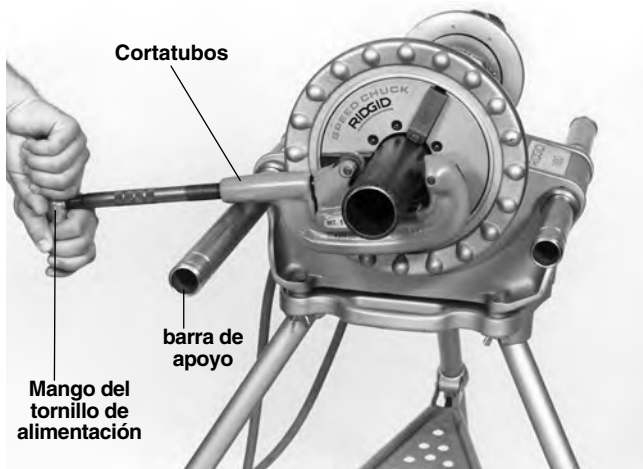

Figura 5 – Corte de un tubo con una cortadora o cortatubos manual
2. Alinee las ruedas de corte con la marca en el tubo y pose el cuerpo del cortatubos sobre la barra de apoyo izquierda (Figura 5). Con la mano apriete el cortatubos contra la pieza de trabajo haciendo uso del mango del tornillo de alimentación, mientras mantiene las ruedas del cortatubos alineadas con la marca.
5. Agarre el mango del tornillo de alimentación de la cortadora con ambas manos (Figura 5) y con su pie izquierdo baje y mantenga oprimido el interruptor de pie.